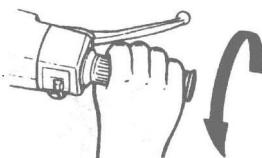

图 1-3
- ① 初始 800 km: 油门小于 1/2(如图 1-3 所示)。
② 800~1 600 km: 油门小于3/4。
③ 1 600 km以上: 短时间全油门运转。
④ 磨合期限速40 km/h, 连续行驶时间小于30 min。